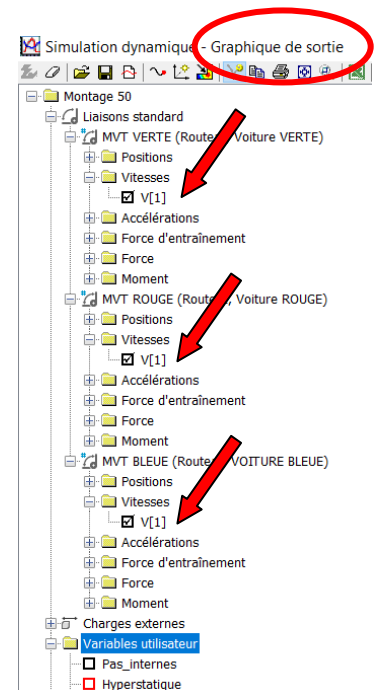

Figure 4 : vérifier les lois de vitesse
- Lancer la simulation et vérifier la bonne prise en compte des lois de vitesse (figure 4).